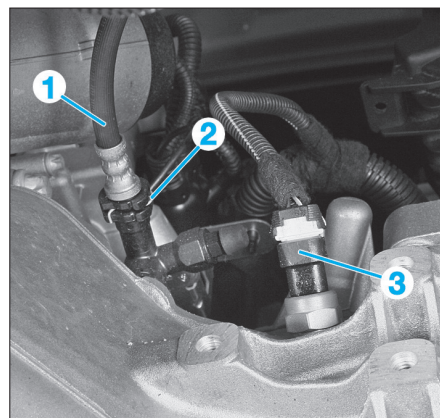

Fig. 3
- Retirer la canalisation hydraulique d'embrayage (1) du purgeur après avoir retiré son agrafe de fixation (2) (Fig.3).